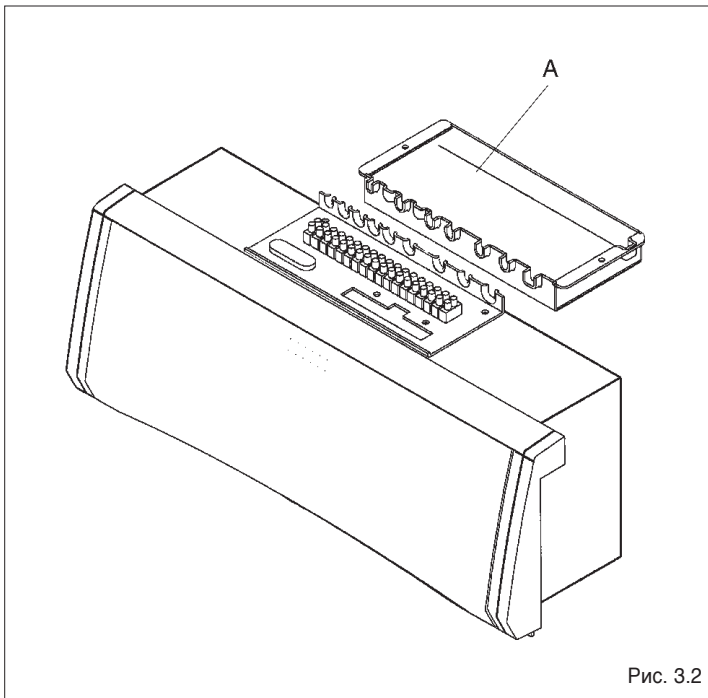

Рис. 3.2
- Для подключения котла отверните два винта крепления крышки А клеммной колодки и снимите саму крышку (Рис. 3.2);